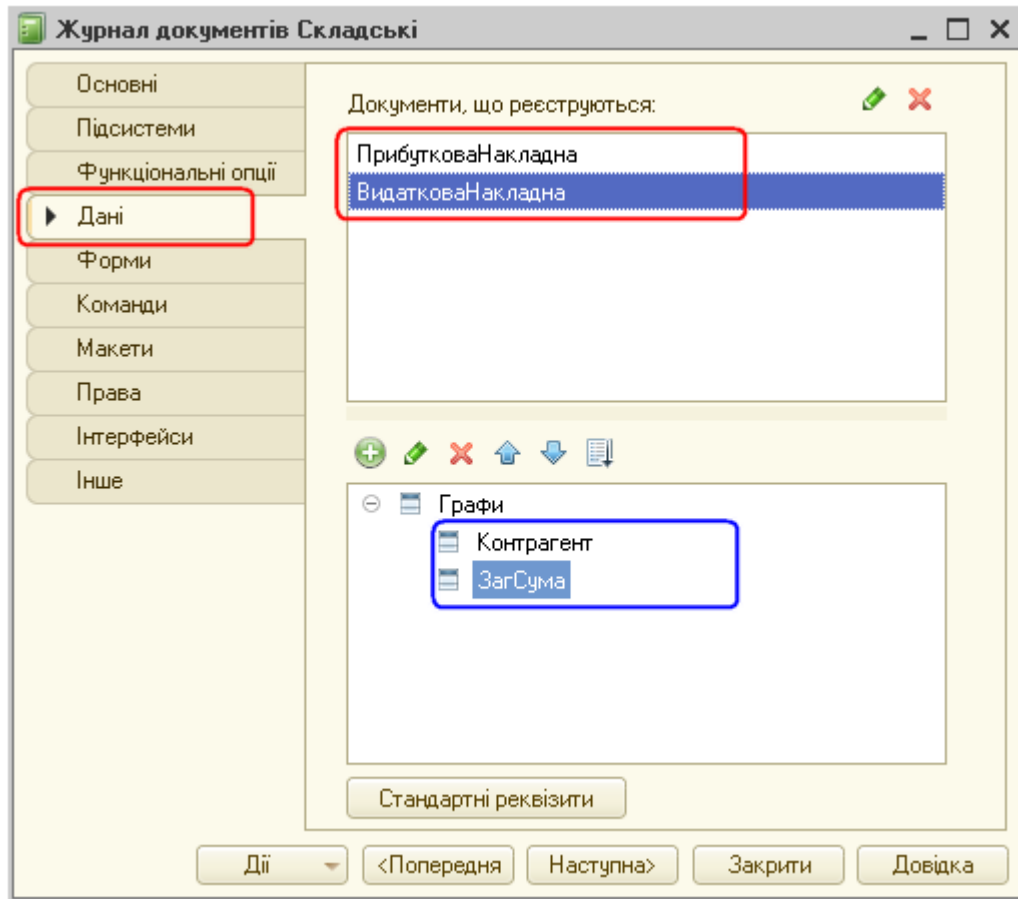

Рис. 31. Додавання документів для реєстрації та графів журналу «Складські»
27) На закладці «Дані» відзначаємо в якості документів, що реєструватимуться, документи «Прибуткова накладна» і «Видаткова накладна» (рис.31).